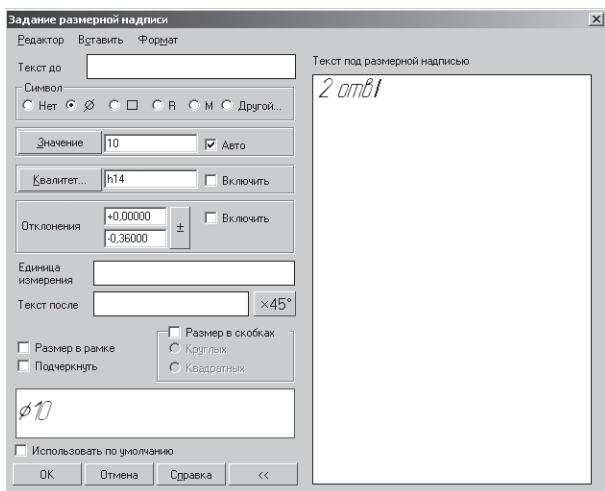

Рис. 350. Специальное поле ввода текста
- введите в **Специальное поле ввода** текст – 2 отв. И подтвердите – **ОК** (рис. 350);